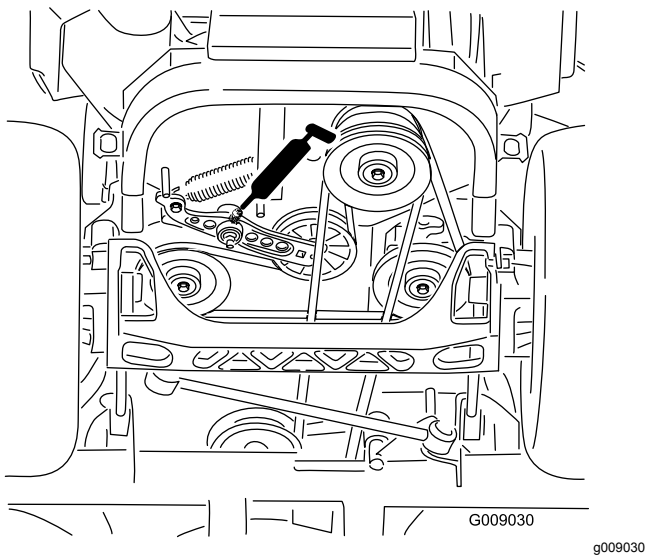

Figura 46
4. Engrase el brazo tensor de la correa de transmisión (Figura 46).